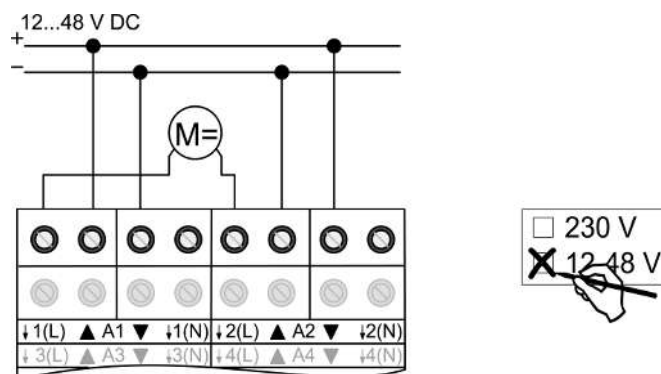

Bild 7: Anschluss von DC Motore
- Motoren anschließen (siehe Bild 7).
- Verwendung **12-48 V** auf Etikett kennzeichnen (siehe Bild 7).